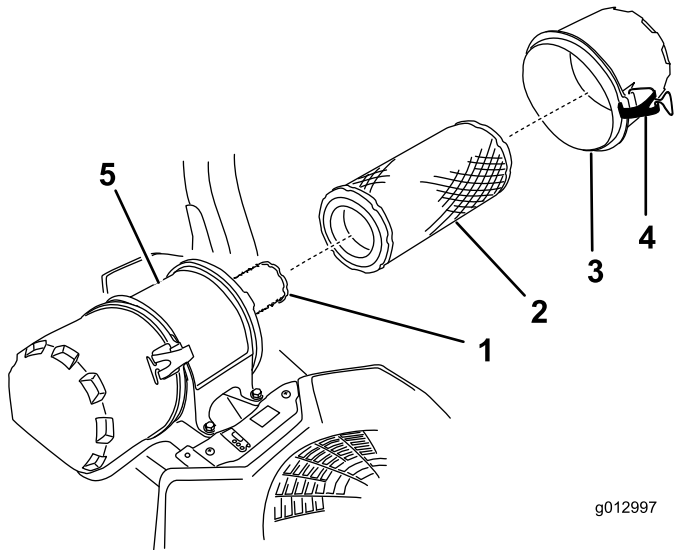

Bild 28
6. Lösen Sie die Riegel am Luftfilter und ziehen Sie die Abdeckung von der Luftfilterabdeckung ab (Bild 28).
8. Schieben Sie den Außenfilter vorsichtig aus dem Luftfiltergehäuse heraus (Bild 28).
2. Wenn Sie den Innenfilter auswechseln, schieben Sie ihn vorsichtig in das Filtergehäuse (Bild 28).
3. Schieben Sie den Außenfilter vorsichtig auf den Sicherheitsluftfilter (Bild 28).